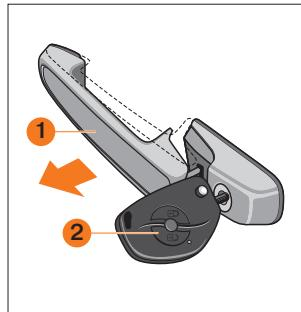
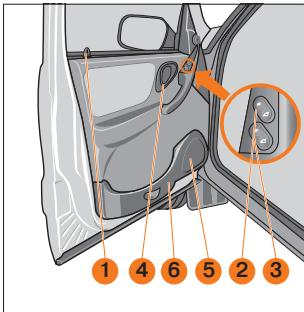

Рис. 7. Открывание дверей
Рис. 8. Передняя дверь
Двери открываются: снаружи – за ручку **1** (рис. 7) в направлении стрелки, а изнутри – поворотом на себя рукоятки **4** (рис. 8). Если замок заблокирован, то ручка и рукоятка имеют свободный ход.
**Передние двери** блокируются: снаружи – ключом **2** (рис. 7); изнутри – нажатием на кнопку **1** (рис. 8); или нажатием на кнопку на ключе с ПДУ.
Нажатием на вогнутую или выпуклую часть клавиши 2 (рис. 8) переключателя стеклоподъёмника, расположенного на обивке двери, можно опустить или поднять стекло на нужную величину. После прекращения нажатия клавиша автоматически устанавливается в среднем положении и стекло останавливается в любой выбранной Вами позиции. Дополнительная клавиша 3 (рис. 8) на двери водителя управляет электроприводом стеклоподъёмника правой передней двери. Клавиши подсвечиваются, если включено наружное освещение.
В передней части кармана 6 (рис. 8), предназначенного для размещения мелких предметов, под облицовкой 5 предусмотрено место для установки акустических устройств радиоаппаратуры.